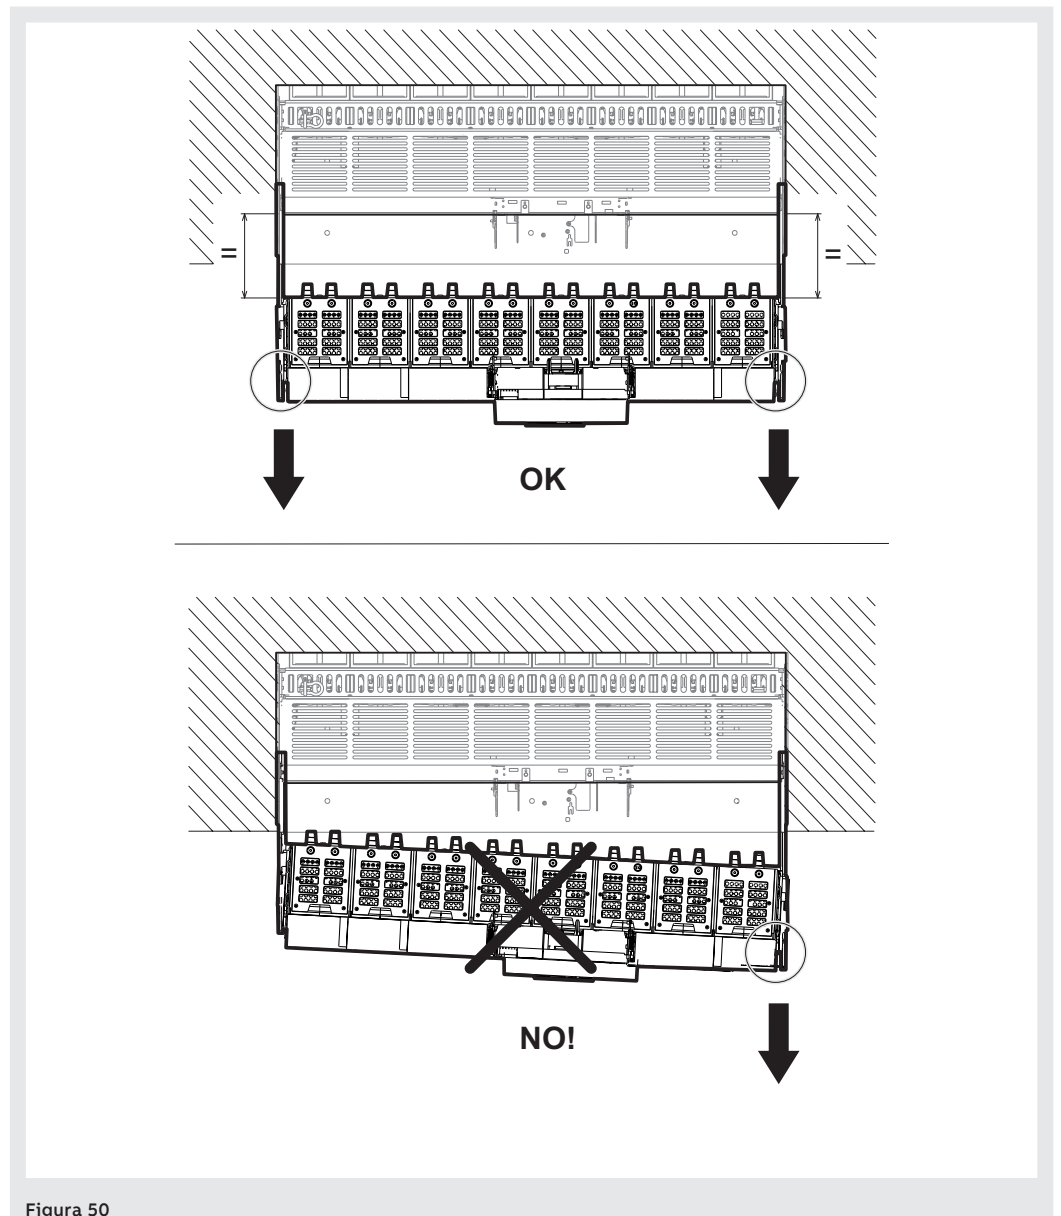

Figura 50
**⚠ ATTENZIONE!** Accertarsi che, durante l'estrazione della parte mobile, entrambe le guide parte fissa eseguano la medesima corsa mantenendo la parte mobile parallela alla parte fissa. Vedi Figura 50.